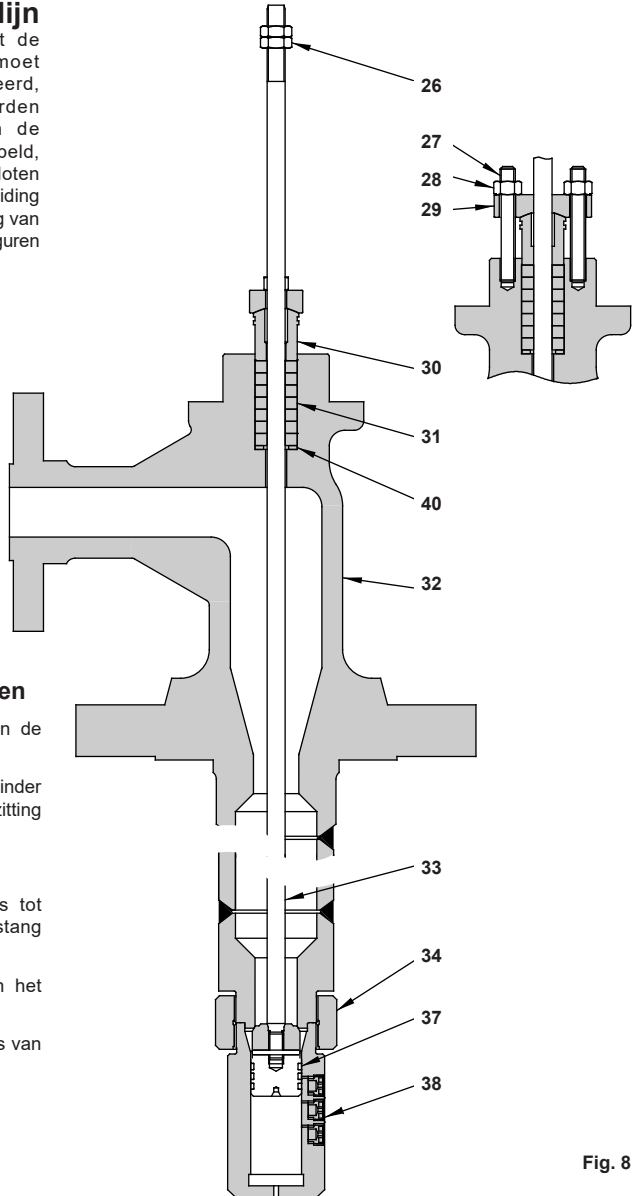

Fig. 8
- Markeer de relatieve positie tussen de sproeiercilinder (38) en het klephuis (32).
- Verwijder de laspunten (A) tussen huls, pijp en cilinder. (Afbeelding 8).
- Maak de huls (34) los van de sproeiercilinder van het klephuis (linkse schroefdraad).
- Verwijder de stangmoeren (26) van de klepstang (33).
- Verwijder de pakkingmoeren (28), pakkingflens (29), pakkingvolger (30) en pakkingbout (27).
- Verwijder de pakking (31) van de behuizing van het ventielhuis (32).
- Verwijder de klepstang (33) uit het binnenste van het ventielhuis.
- Verwijder de afdichtringen (37) van de klep/stangcombinatie (33).
- Verwijder de huls (34) van de klepbehuizing (linkse schroefdraad).